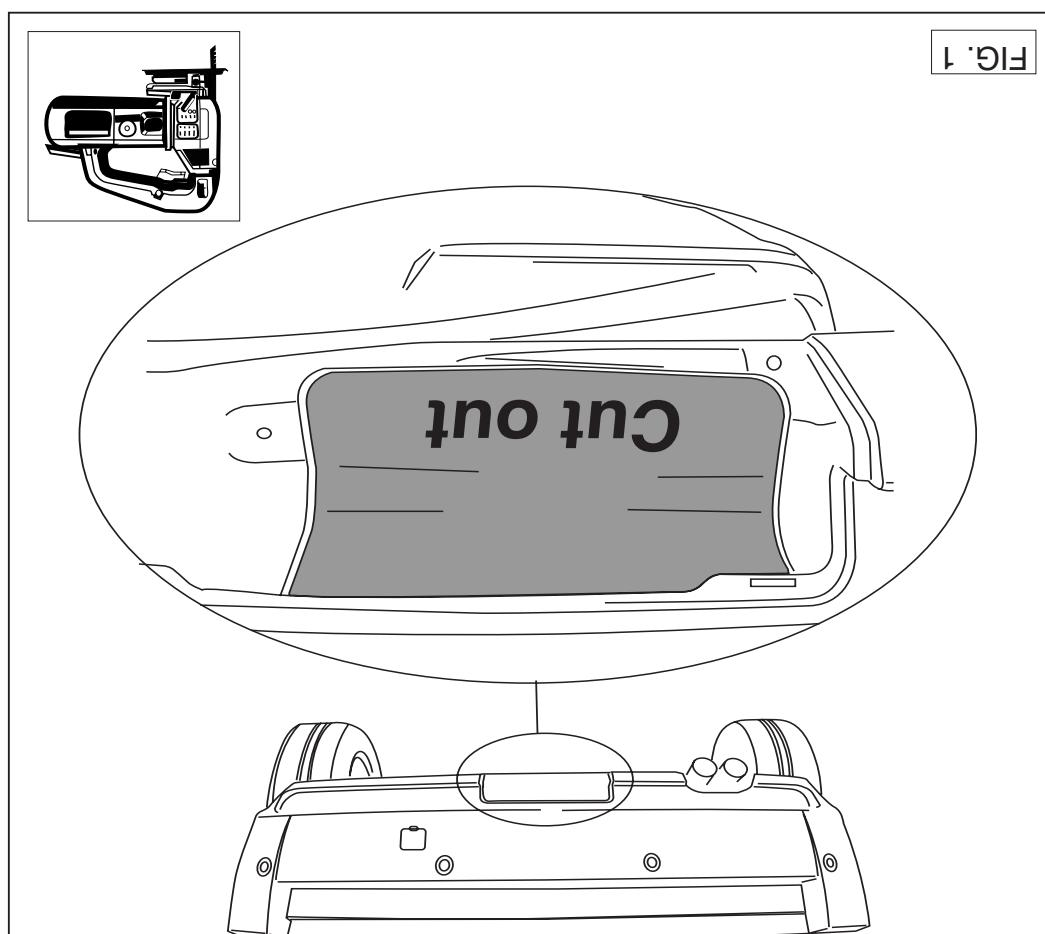

FIG. 1
5. Saw out the portions as indicated in fig. 1.
5. Gemäß Abb. 1 die angegebenen Teile heraussägen.
5. Säga ut delarna enligt fig. 1.
5. Scier les parties indiquées conformément à la figure 1.
5. Serrar las partes indicadas en la fig 1.